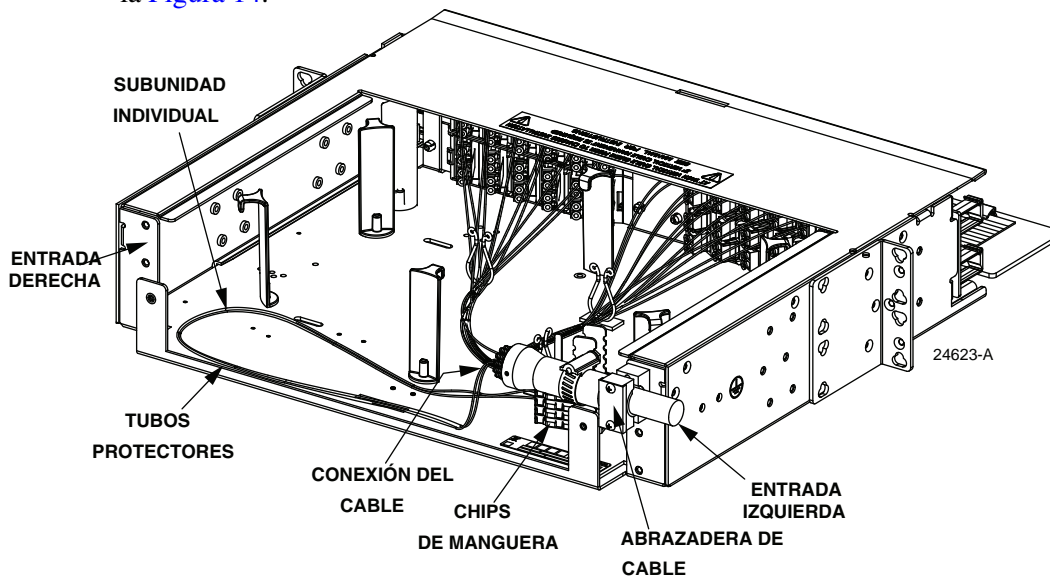

Figura 14. FPX típico configurado con sólo terminación (vista posterior)
► **Nota:** Los cables pueden entrar al panel desde la izquierda o derecha y pueden ser sujetados en el lado izquierdo o derecho. Para las ubicaciones de montaje de cable, véase la Figura 14.